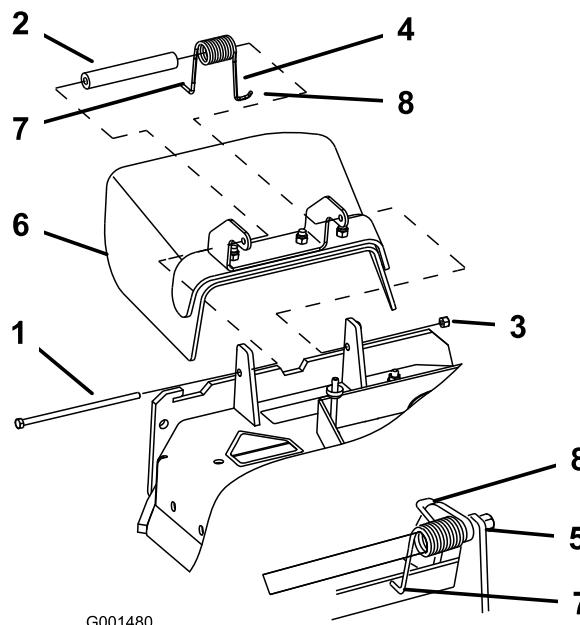

Figura 70
Nota: Asegúrese de colocar el extremo en **L** del muelle detrás del reborde de la plataforma antes de instalar el perno, según se muestra en la Figura 70.
3. Instale el perno y la tuerca. Coloque el extremo en **J** del muelle alrededor del deflector de hierba (Figura 70).
1. Retire la contratuerca, el perno, el muelle y el espaciador que sujetan el deflector a los soportes de pivote (Figura 70). Retire el deflector de hierba dañado o desgastado.